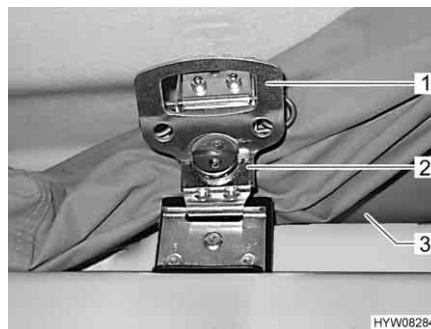

Fig. 71 Serratura rapida, bloccata
- Ruotare la maniglia (Fig. 71,1) sulla serratura rapida (Fig. 71,2) in senso orario di mezzo giro.
- Avvolgere la tenda (Fig. 71,3) e spingerla dietro il bordo.